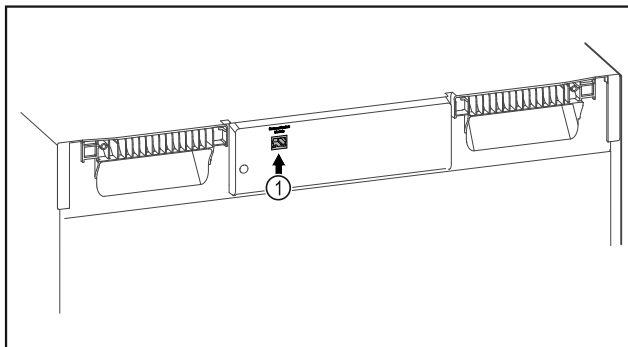

Fig. 119
- SmartModule Fig. 119 (1) on asennettu.